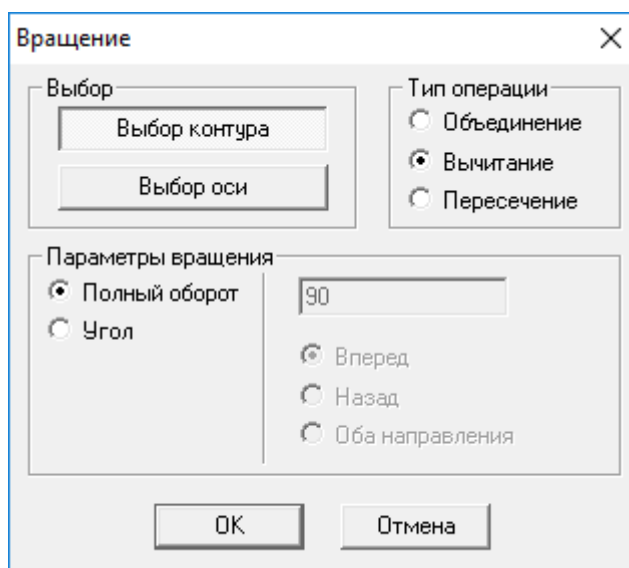

Рис. 4.8
g) **Вращение образующих контуров отверстий путем их «вычитания» из основного материала.** Построение отверстий происходит с помощью операции вращения соответствующих образующих контуров с удалением материала из образованных элементов. Переход в этот режим осуществляется нажатием кнопки «Вращение» , находящейся на инструментальной панели «Операции». Сразу же после нажатия этой кнопки открывается диалоговое окно «Вращение» (рис. 4.8), с помощью которого необходимо задать параметры операции.